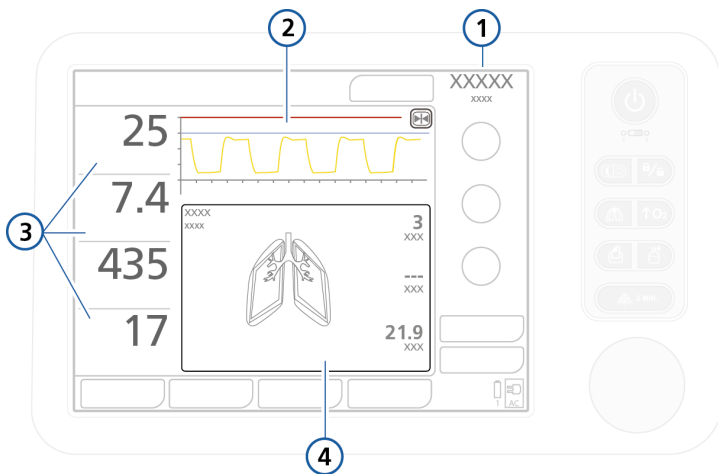

图 6-1. 主屏幕
在通气期间，可以在 HAMILTON-C1 呼吸机屏幕（图 6-1）上查看病人数据。可以使用不同的波形、环或趋势图，或者使用智能面板图表来配置屏幕布局以满足机构需求。用户可以随时访问“监测”窗口而不影响呼吸输送。
- 压力 / 时间波形。图表会一直显示，并且是不可配置的。参见图 6-1 中的项目 4。